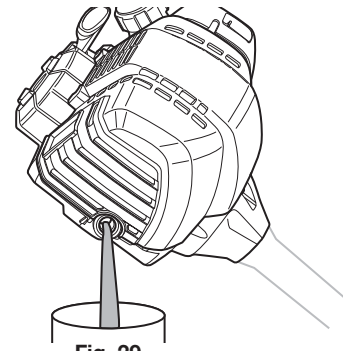

Fig. 29
3. Faites basculer l'appareil verticalement pour déverser l'huile de l'orifice de remplissage dans un récipient (Fig. 29). Prévoyez suffisamment de temps pour une vidange complète.